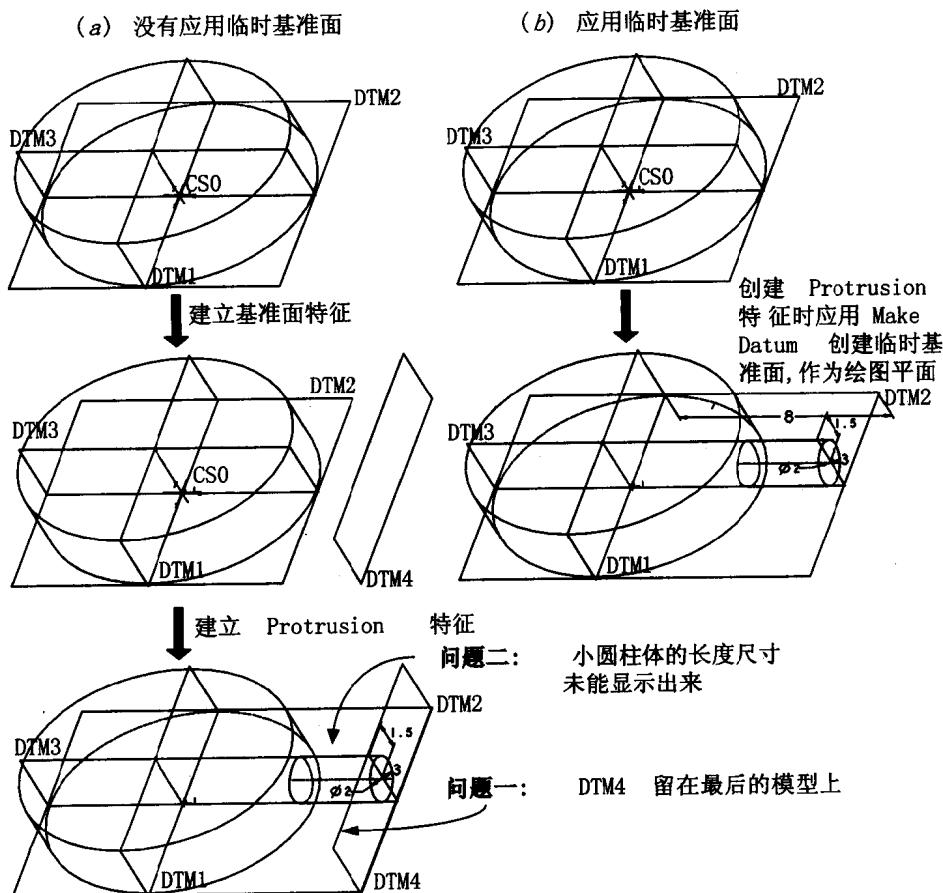

图 1.2
例如在图 1.2 左图中，若要创建一个小圆柱体，则应先创建了一个基准面的特征，再利用此基准面作为绘图平面来创建小圆柱体，该方式会产生如下问题：
- (1) 多了一个基准面特征（如图 1.2 左图中所示的 DTM4）。
- (2) 修改小圆柱体（即图中的 Protrusion 特征）时，小圆柱体的长度尺寸 8 无法显示出来，这是因为小圆柱体的长度尺寸是由基准面（如图 1.2 左图所示的 DTM4）所控制，而不是由小圆柱体所控制。详细的特征创建过程请参照笔者所著《Pro/ENGINEER 2000i² 零件设计基础篇（上）》第 6 章。
上述两个问题都可通过“临时基准面”来解决，如图 1.2 右图所示。